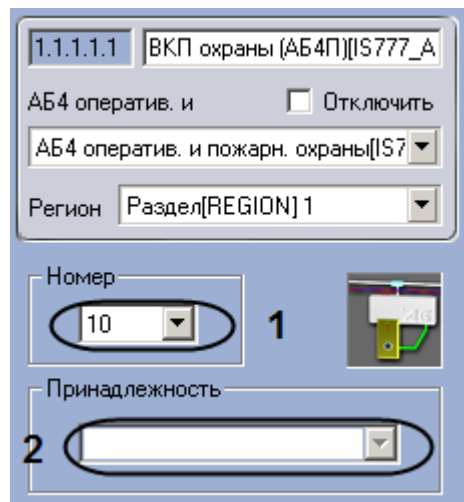

Рис. 3.7—6. Настройка ВКП охраны
2. Выбрать аппаратный адрес ВКП охраны в поле из раскрывающегося списка **Номер** (см. Рис. 3.7—6, 1).
3. Выбрать объект **Зона охраны**, соответствующий зоне, к которой относится ВКП охраны, из раскрывающегося списка **Принадлежность** (см. Рис. 3.7—6, 2).